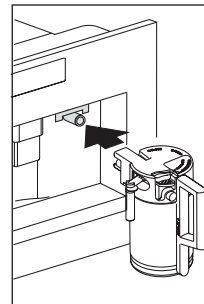

Рис. 32
- ▶ Снимите краник выдачи кипятка (Рис. 13) и приставьте колбу для молока к носику (Рис. 32).